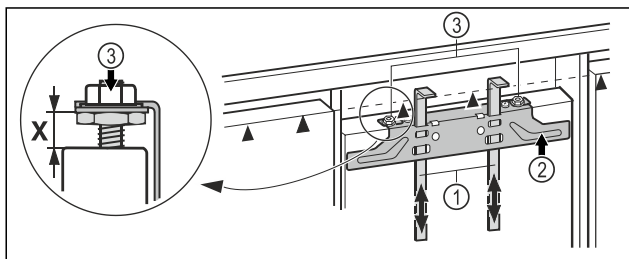

Fig. 43
- Pousser les aides au montage Fig. 43 (1) à hauteur de la porte du meuble. Bord de butée inférieur ▲ de l'aide au montage = bord supérieur de la porte du meuble à monter.
- Dévisser la traverse de fixation Fig. 43 (2) avec les contre-écrous Fig. 43 (3).